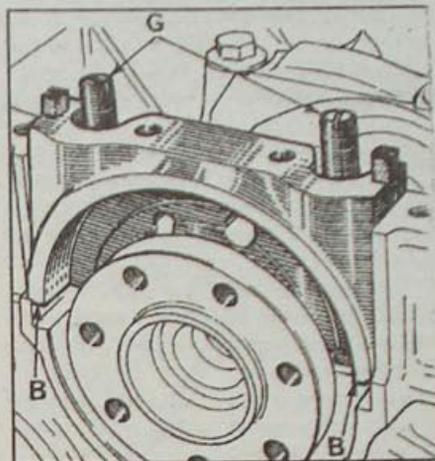

Рис. 1.75. Центрирование крышки коренного подшипника №1 с помощью двух шпилек (G) и место (B) нанесения герметика CAF 4/60 Thixo
- При помощи двух шпилек М10х1,5 отцентрируйте и установите крышку коренного подшипника №1 с прокладками (рис. 1.75). Перед установкой крышки смажьте две прокладки и нанесите тонкий слой герметика CAF 4/60 Thixo на нижнюю привалочную поверхность (В) крышки.